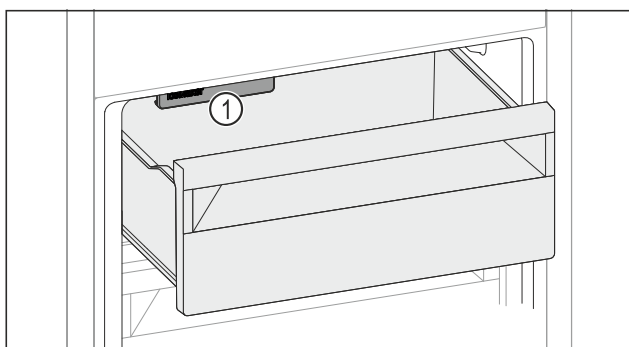

Fig. 205
- Placez les aliments dans le tiroir. Si vous placez des aliments à gauche du tiroir : Tenez compte de l'IceMaker Fig. 205 (1).